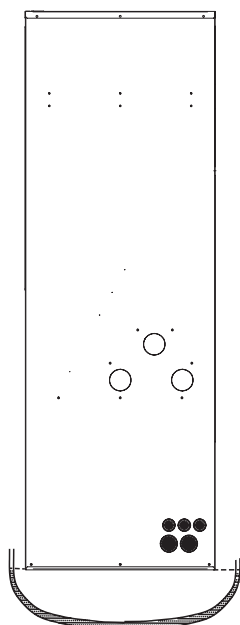

Рисунок 1
- ① Блок должен располагаться горизонтально. Используйте прозрачный шланг и следите за уровнем воды (принцип сообщающихся сосудов) для проверки горизонтальности установки по глубине. (Рисунок 1)